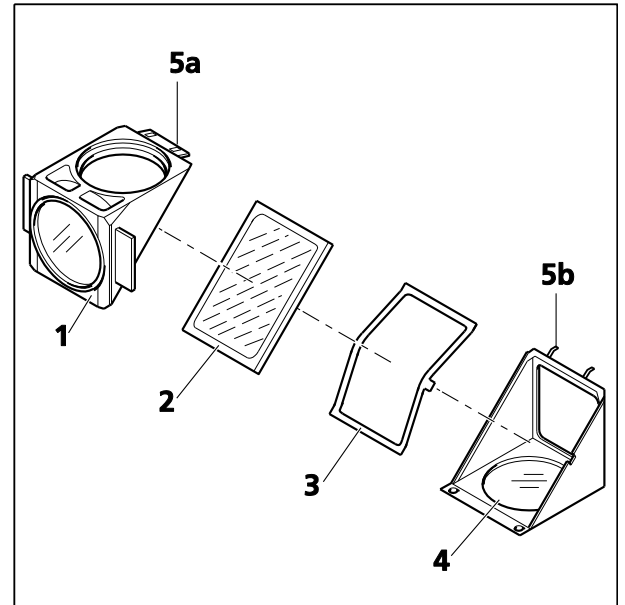

Fig. 23 Remplacement du séparateur de faisceau - Suite
- Faire basculer la moitié **excitation** (Fig. 23/1), qui est maintenant en haut, et la décrocher des goupilles de retenue (Fig. 23/5b) situées sur la moitié inférieure **émission** du module (Fig. 23/4).
- Retirer le séparateur de faisceau (Fig. 23/2) et le cadre à ressort (Fig. 23/3) de la moitié inférieure du module.
- Retirer l'ancien séparateur de faisceau et placer avec précaution le nouveau sur le cadre à ressort (Fig. 23/3), côté réfléchissant orienté vers le haut. Insérer ensuite les deux pièces ensemble dans la moitié inférieure du module. S'assurer que la languette latérale du cadre à ressort se trouve dans l'encoche appropriée de la moitié inférieure du module.
- Placer la moitié **excitation** du module (Fig. 23/1) sur la moitié **émission** (Fig. 23/4) (les goupilles de retenue Fig. 23/5b et les œilletons Fig. 23/5a s'emboîtent les uns dans les autres). Maintenir les deux moitiés ensemble et les replacer en position d'installation.